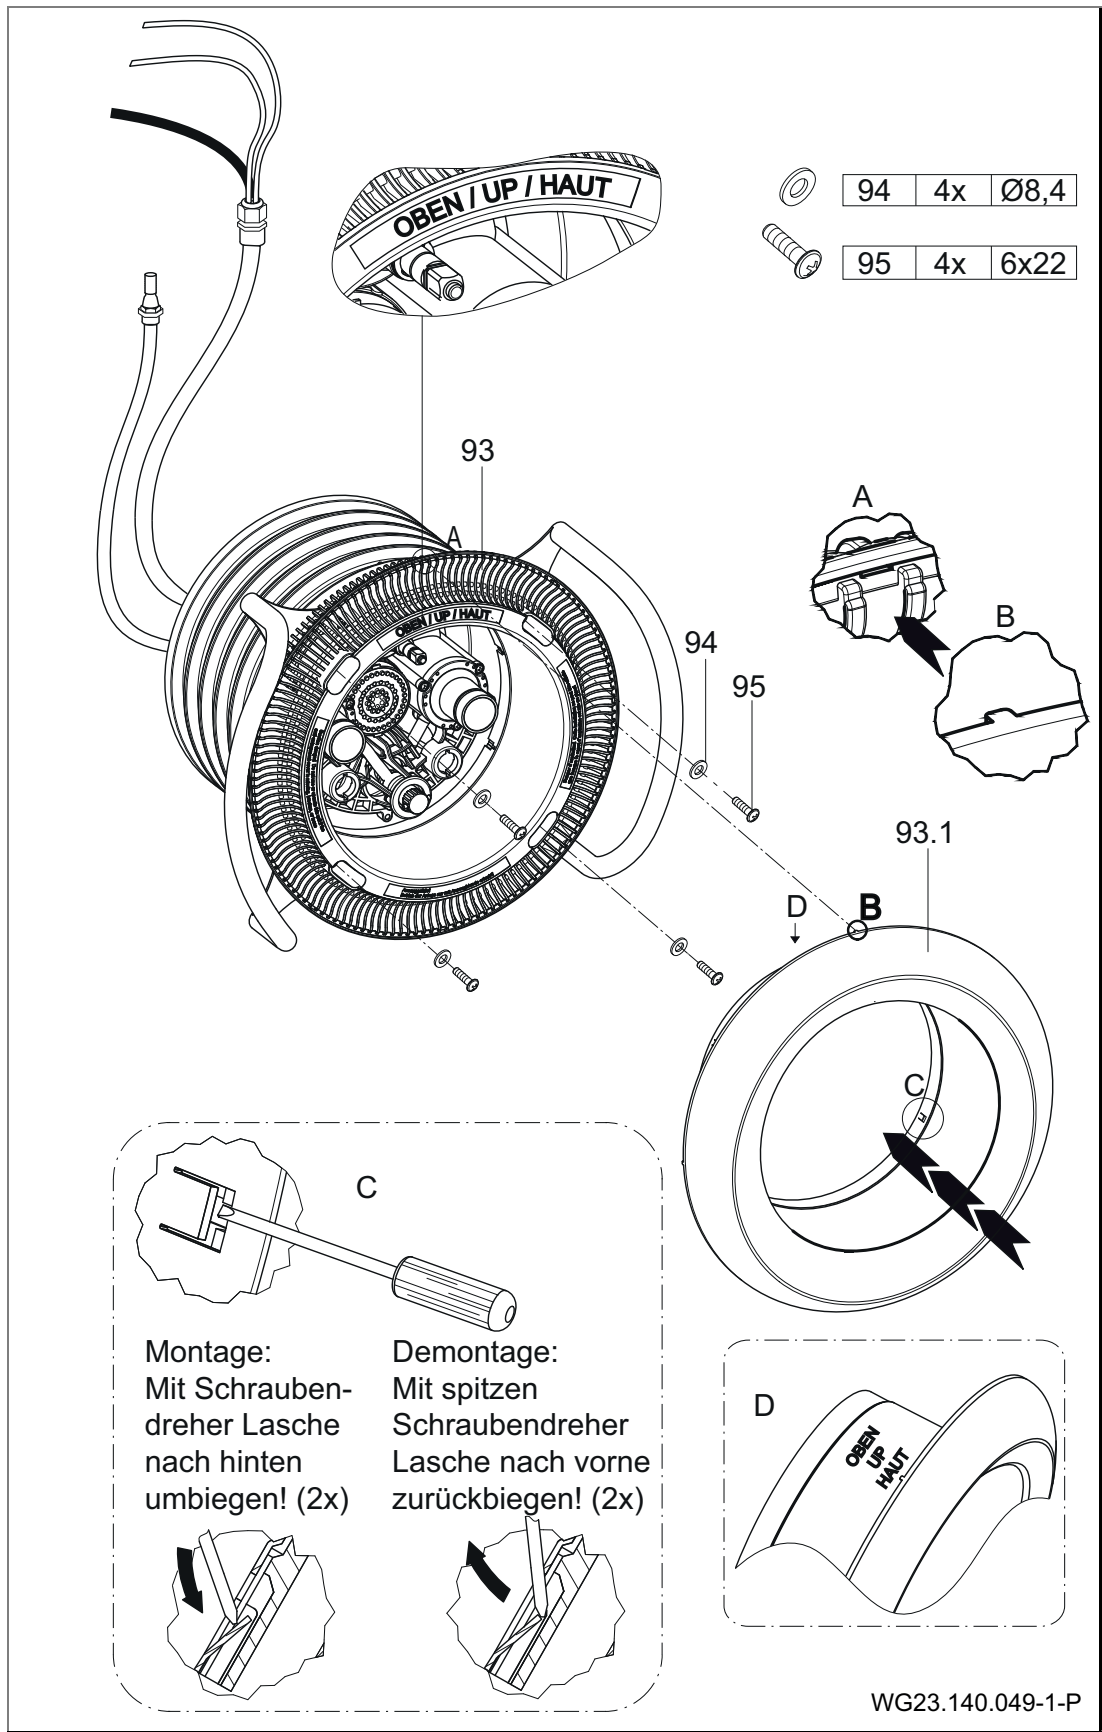
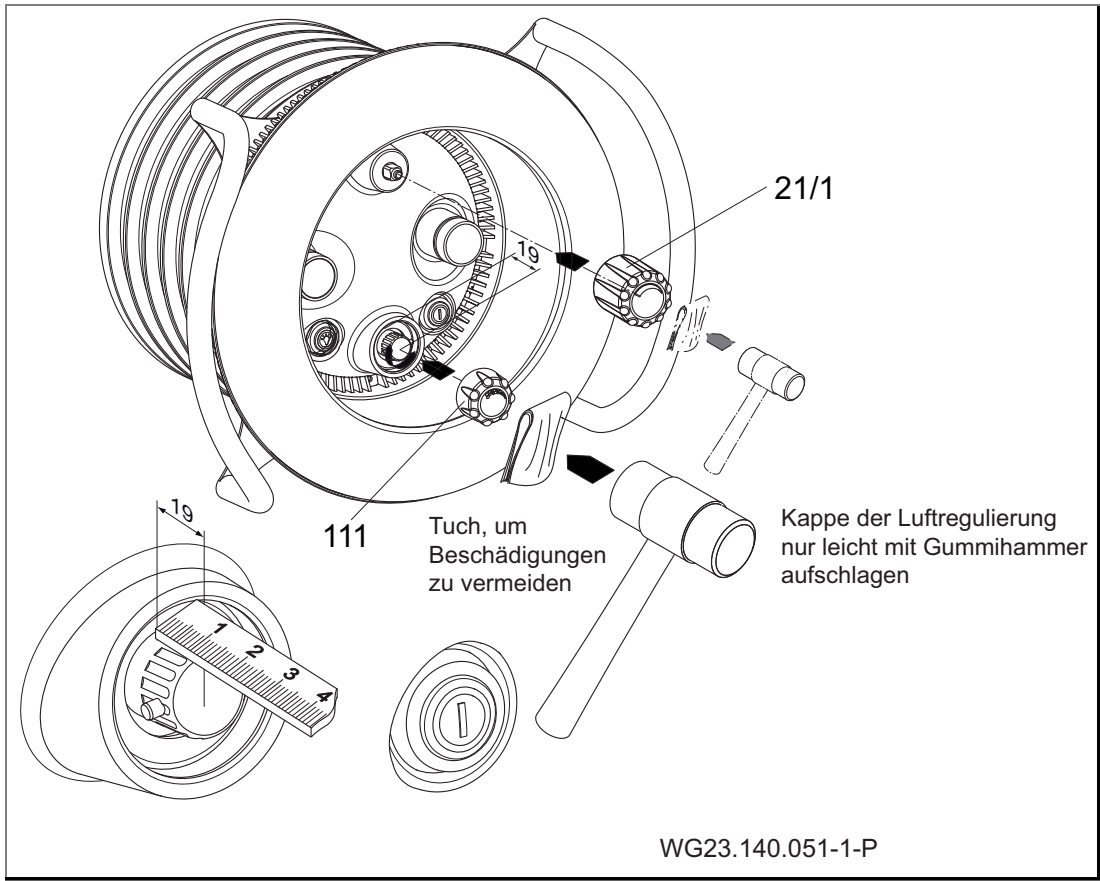

Abb. 17
Abb. 19
8. Ansaugblende (93) auf dem Spannring (28) ansetzen und mit vier Unterlegscheiben (94) und vier Schneidschrauben (95) befestigen. (Abb. 17)
9. Edelstahlblende (93.1) mit vorstehenden Zentriernoppen auf den vorhandenen Aussparungen der Ansaugblende (93) ausrichten und von Hand aneinanderpressen. Markierung
- "OBEN" auf der Edelstahlblende beachten. Zur Arretierung der Blende die zwei seitlichen Biegelaschen mit einem Schraubendreher nach hinten umbiegen. (Abb. 17)
12. Primavera: Kappe für Mengen- (111) und Luftregulierung (21/1) mit Hilfe eines Gummihammers und Schutztuches befestigen. (Abb. 19)
- 1. Kappe für Mengen- (111) und Luftregulierung (21/1) abziehen. Siehe "Abb. 19"
- 2. Schneidschrauben (112) lösen und Lichtabdeckung (110) abnehmen.
- 3. Die zwei seitlichen Biegelaschen der Edelstahlblende nach vorne zurückbiegen und Edelstahlblende abnehmen. Siehe "Abb. 17"
- 4. Schneidschrauben (95) lösen und Ansaugblende (93) und Haltegriff (70) abnehmen.
- 5. Bei Bedarf die Schneidschrauben (61) lösen. Düsengehäuse (102.1) abnehmen. Dabei auf die innere Luftleitung (4) achten, die am Einbaugehäuse (1) befestigt ist.
- 6. Schrauben (52) lösen. Haltegriff (70), Spannring (28) und Spannringdichtung (27) abnehmen.